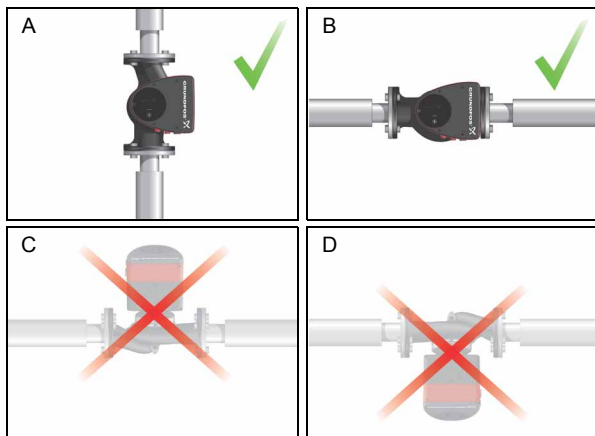

Рис. 11 Насос, установленный с валом электродвигателя в горизонтальном положении
- Правильный монтаж насоса на вертикальном трубопроводе: См. рис. 11, поз. А.
- Правильный монтаж насоса на горизонтальном трубопроводе: См. рис. 11, поз. В.
- Не допускается установка насоса в положении, при котором вал электродвигателя располагается вертикально. См. рис. 11, поз. С и D.